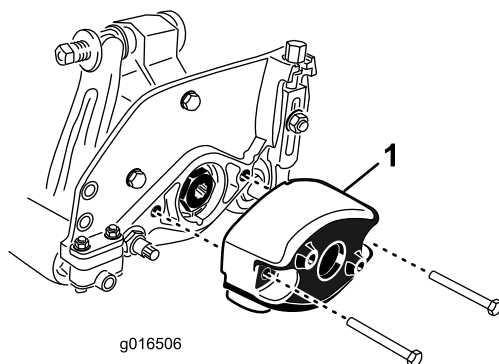

Рисунок 9
1. Открутите два болта, крепящих противовес с левой стороны режущего блока. Снимите противовес (Рисунок 9).
5. С правой стороны режущего блока нанесите тонкий слой масла на уплотнительное кольцо и установите противовес с помощью двух болтов, открученных ранее (Рисунок 9). Затяните болты с моментом 16-20 Нм.